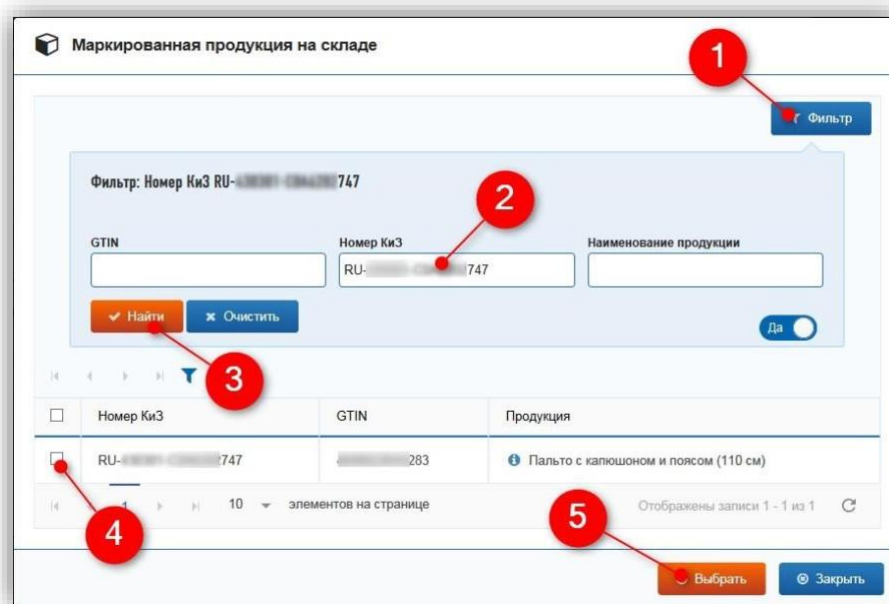

Рисунок 170 – Добавление продукции
- В появившемся окне «Маркированная продукция на складе» для удобства нахождения экспортируемого товара нажмите кнопку «Фильтр» [1], затем введите в строке поиска GTIN, номер КиЗ или Наименование продукции [2], нажмите кнопку «Найти» [3], отметьте галочкой строку с найденной продукцией [4] и нажмите кнопку «Выбрать» [5] (рис. 170).